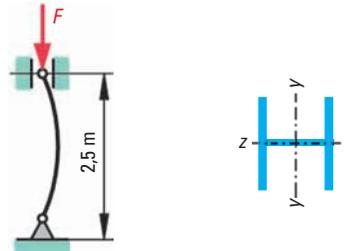

Bild 2 Pendelstütze
- $\sigma_{d,zul}$ zulässige Druckkraft in Abhängigkeit vom Schlankheitsgrad λ (aus Bild 2)
Beispiel: Eine Pendelstütze aus IPB 140 S235 mit $l = 2,50$ m wird mit der Kraft $F = 100$ kN mittig ständig auf Druck beansprucht (Bild 2).